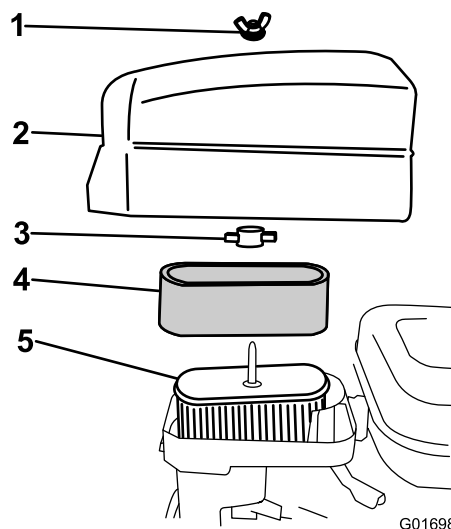

Рисунок 26
4. Если элемент из пеноматериала загрязнен, извлеките его из бумажного элемента (Рисунок 26) и тщательно очистите следующим образом.